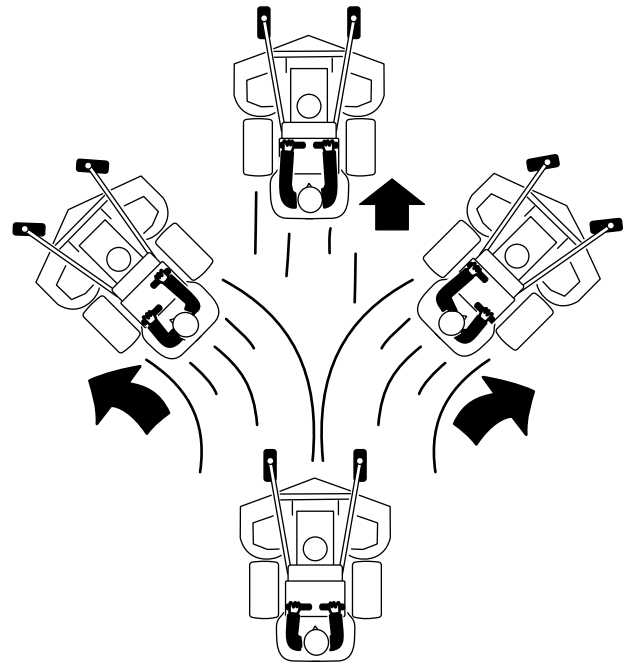

Figura 19
4. Empuje lentamente las palancas de control de movimiento hacia adelante (Figura 19).